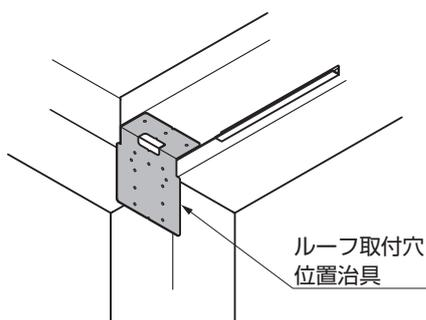

図12-54
- ルーフ取付穴位置治具の折り曲げ部を樋の入隅部に突き当てると正確に位置出しができます。(図12-54参照)
- ②アタッチメントパッキンを雨樋アタッチAに貼付けて樋に【6-1】で取付けてください。